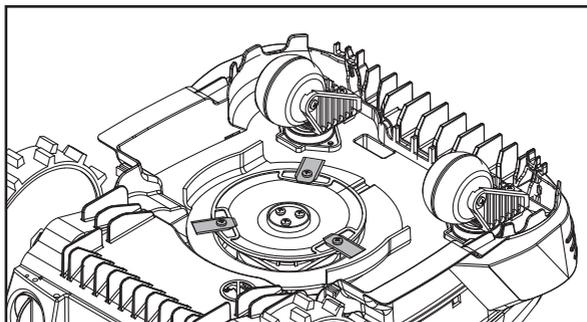

Fig. 29
- Desserrer les boulons des lames de coupe (9) à l'aide d'un tournevis cruciforme en tournant dans le sens antihoraire (Fig. 29).
- Monter les lames de coupe neuves (9) et serrer les boulons de lame dans le sens horaire à un couple de 1,3-1,5 Nm.